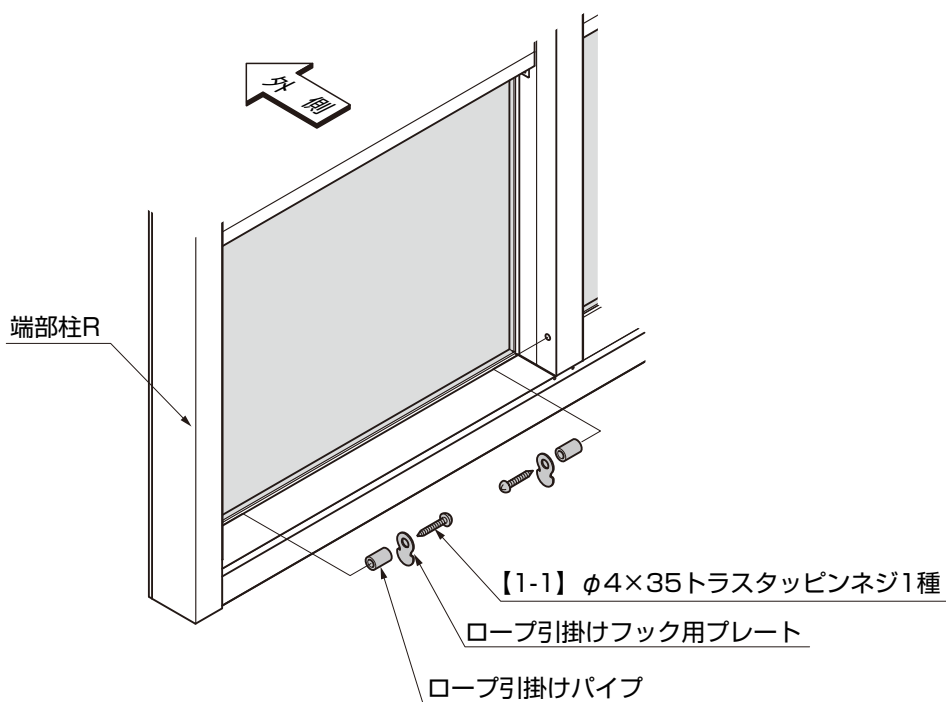

図3-3
- ②ロープ引掛けパイプ、ロープ引掛けフック用プレートを柱に、【1-1】で取付けてください。（図3-3参照）